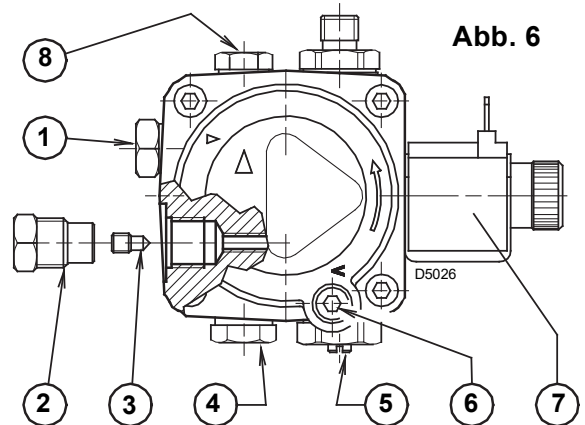
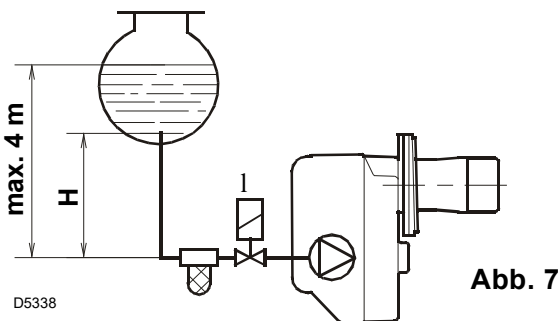

Abb. 6
Abb. 7
- Die Pumpe ist werksseitig für den Zweirohr-Betrieb eingerichtet. Wird ein Pumpen-Einrohrbetrieb für notwendig erachtet, so ist der Rücklauf-Schlauchleistungsstopfen (2) zu lösen und die By-Pass Schraube (3) zu entfernen. Danach ist der Rücklauf-Schlauchleistungsstopfen wieder einzuschrauben. (Siehe Abb. 6).
Bei der in Abb. 7 dargestellten Anlage ist es ausreichend, wenn man den Vakuummeteranschluß (5, Abb. 6) lockert und das Austreten des Brennstoffes abwartet.